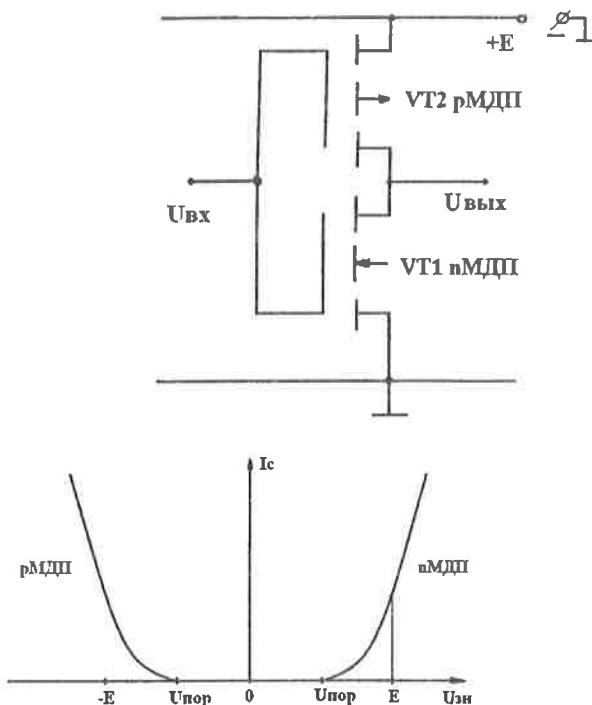

Рис. 12. Схема кМДП ключа и ВАХ пМДП и рМДП транзисторов.
На рис. 12 изображен кМДП – ключ и стоко – затворные ВАХ для МДП транзисторов с индуцированными каналами п и р типа.
В схеме рис. 12
Поэтому, если на входе логическая единица ($U_{\text{вх}} \approx E$), то пМДП – открыт, а рМДП – закрыт, т.к. согласно (1) у него $U_{\text{зи}} = 0$. Если же на входе сигнала нет (логический ноль), то пМДП – закрыт, а рМДП – открыт. Поэтому в стационарном режиме ток через схему рис. 12 не протекает ни при «0», ни при «1» на входе!